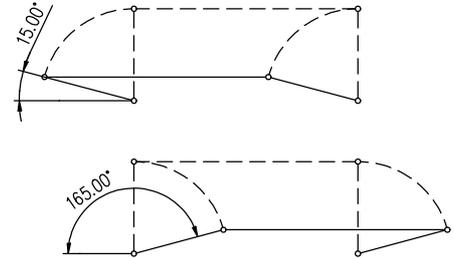

Рис. 2
**Механическое присоединение рычажное (рис. 2)**
- При сборке рычажного механизма следите затем чтобы угол между рычагом и тягой не был меньше  $15^\circ$  и больше  $165^\circ$ . (Рис.2).